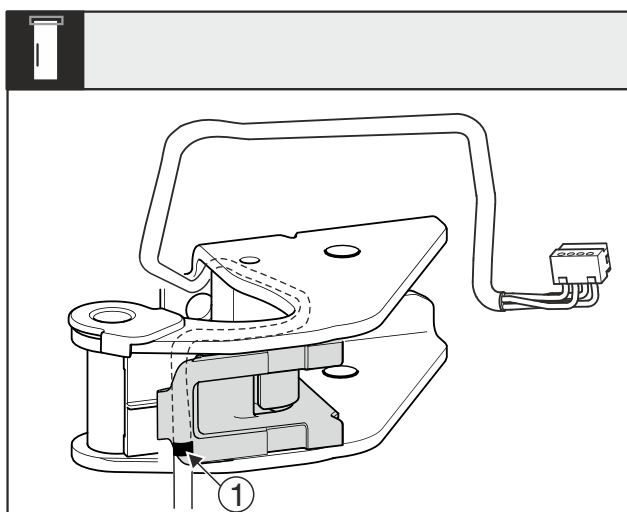

Fig. 29
- In questo modo la marcatura centrale Fig. 29 (1) dovrebbe trovarsi sul bordo del supporto del cavo.